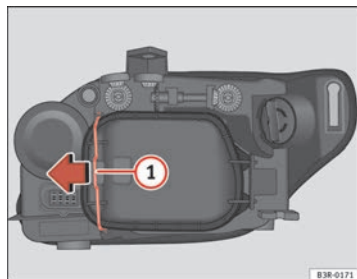

Fig. 214 Luz de posición (lado interior vehículo)
- Desplace el tirante ⇒ fig. 214 1 en el sentido de la flecha y saque la tapa rígida separando primero el lado del tirante y sacando después las dos pestañas del extremo contrario de la tapa.